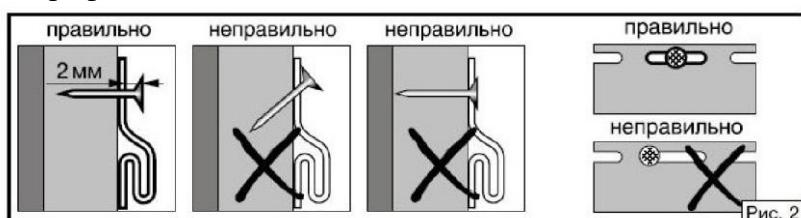

Рис. 2
- Для монтажа сайдинга используйте специальные технологические отверстия (перфорацию). Страйтесь крепить гвозди (саморезы) по середине технологического отверстия и перпендикулярно поверхности сайдинга (рис.2), чтобы оставлять возможность для расширения (сжатия) сайдинга и избежать искривления панелей.